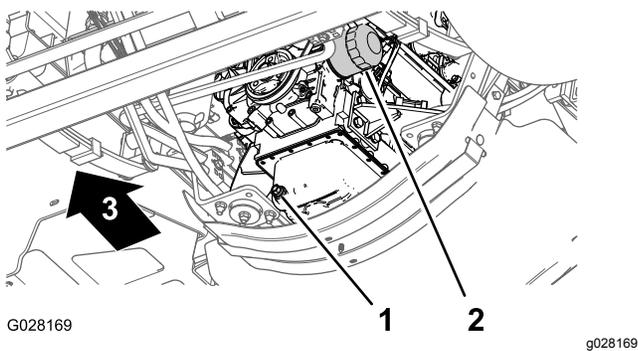

Figura 71
3. Alinhe um recipiente de escoamento debaixo do filtro de óleo do motor (Figura 71).
4. Retire o filtro do óleo antigo (Figura 71).
8. Instale um filtro do óleo no adaptador do filtro, rode o filtro de óleo no sentido horário até que a junta de borracha entre em contacto com o adaptador do filtro; em seguida, aperte o filtro mais ½ de volta (Figura 71).
1. Alinhe um recipiente de escoamento com o tampão de escoamento (Figura 71).
2. Retire o tampão de escoamento e deixe o óleo escoar completamente (Figura 71).